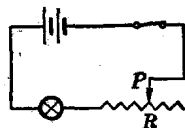

图 78
(1) 把一条长 10 米、电阻是 0.4 欧姆的铜线，剪成长度相等的两段，再把这两段扭在一起当作一条导线来用，这时候它的电阻还是 0.4 欧姆吗？是变大了，还是变小了？为什么？
(2) 电路的两头，如果分别接在滑动变阻器的瓷筒上的两个接线柱上，线圈的哪一部分连入了电路？移动滑动铜片，电流强度会不会改变？如果分别接在金属棒两端的两个接线柱上，又将怎样？
(3) 在图 78 所示的电路里，如果把变阻器  $R$  的滑动铜片  $P$  向左移动，电灯的亮度将怎样改变？